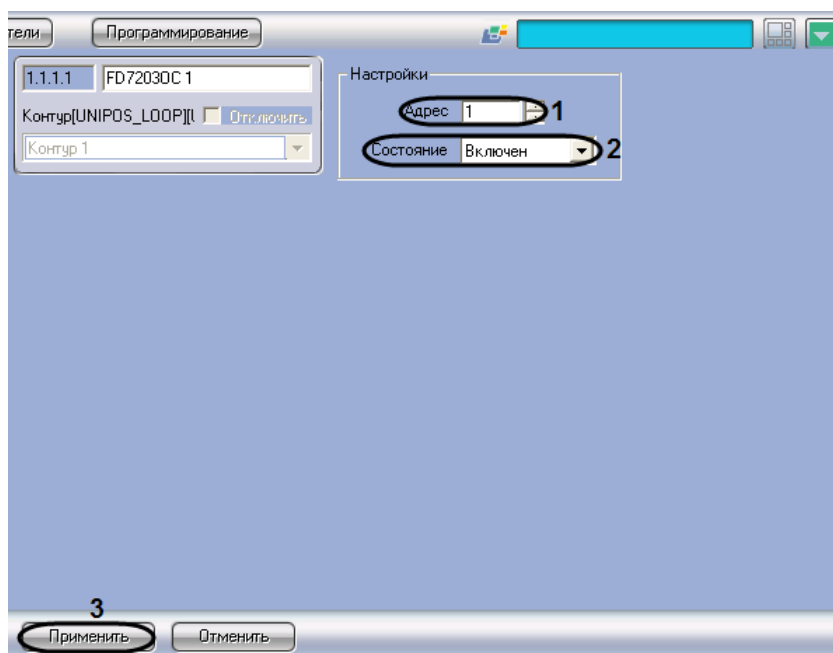

Рис. 3.6-9 Задание параметров адресного модуля FD7203OC
1. Перейти на панель настройки объекта **FD7203OC** (Рис. 3.6-9).
2. В поле **Адрес** ввести с помощью кнопок **вверх-вниз** адрес модуля *FD7203OC* в CAN-сети ОПС *Unipos* (см. Рис. 3.6-9, 1).
3. Из раскрывающегося списка **Состояние** выбрать состояние (**включен/выключен**) модуля *FD7203OC* (см. Рис. 3.6-9, 2).
4. Для сохранения настроек во внутренней базе данных ПК *ACFA Intellect* нажать кнопку **Применить** (см. Рис. 3.6-9, 3).